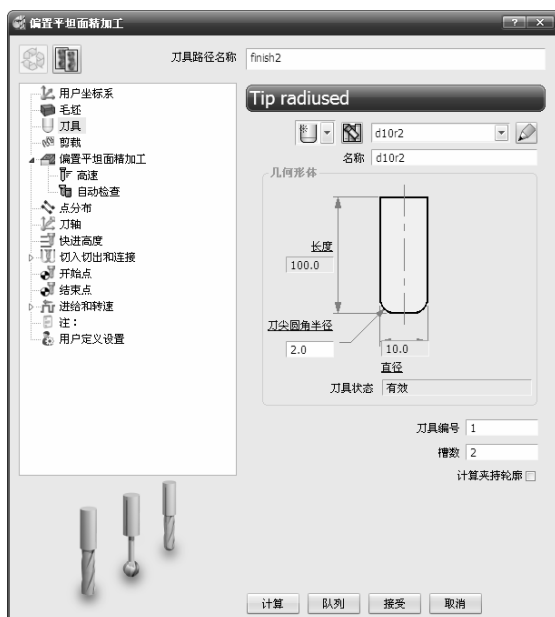

图 3-113 “偏置平坦面精加工”对话框
2) 在弹出的“偏置平坦面精加工”对话框中设置相关参数，如图 3-113 所示。